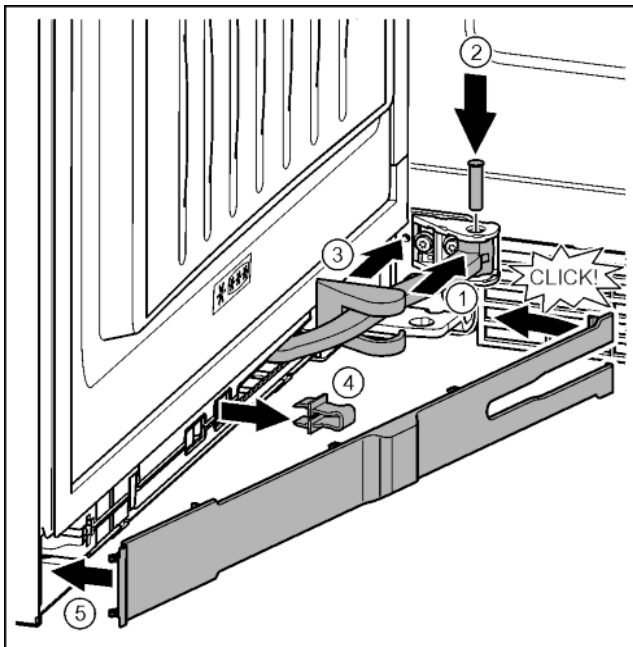

Fig. 43
- ▶ Повернуть шарнир в навеске. Fig. 43 (1)
- ▶ С помощью отвертки T15 вставить палец в навеску и шарнир. При этом следить за тем, чтобы выступ фиксатора занимал правильное положение в пазу. Fig. 43 (2)
- ▶ Переместить крышку опорного кронштейна вдоль шарнира и установить над навеской. Fig. 43 (3)
- ▶ Снять предохранитель. Fig. 43 (4)
- ▶ Установить накладку со стороны ручки и повернуть. Fig. 43 (5)